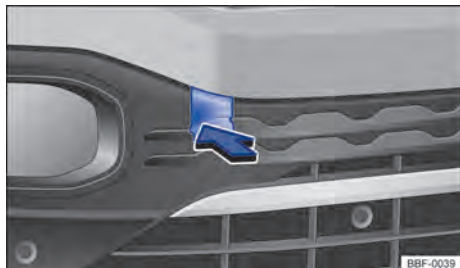
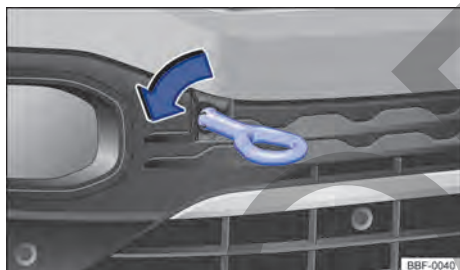

Fig. 217 En el parachoques delantero a la derecha: suelte y desmonte la cubierta.
Fig. 218 En el parachoques delantero a la derecha: enrosque la argolla de remolque.
El alojamiento de la argolla de remolque roscado está ubicado a la derecha del parachoques delantero, detrás de una cubierta → fig. 217.
- Presione en la zona inferior de la cubierta → fig. 217 ① para soltar la traba de la cubierta.
- Retire la cubierta hacia adelante ② y déjela colgada en el vehículo.
- Enrosque la argolla para remolque tan firme como sea posible **en sentido antihorario** en el alojamiento → fig. 218 ① → ⏰. Utilice un obje-